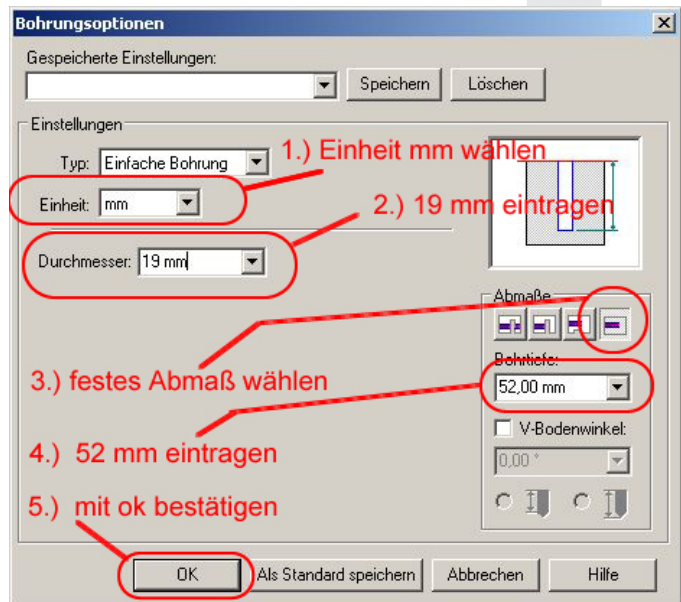

Abb. 18 Bohroptionen
29. Folgen Sie den Anweisungen 1) bis 5) in der Abb. 18.